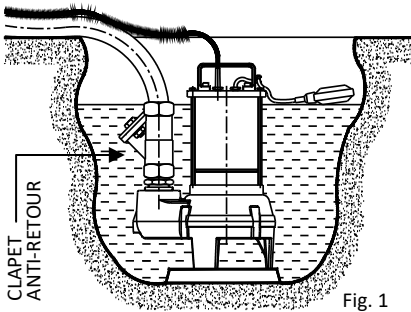

Fig. 1
- Si le fond du puits, ou la surface sur laquelle est posée la pompe, est irrégulier et s'il y a un risque d'accumulation de gravier, débris, boue, etc., intervenir en réalisant une base d'appui régulière et surélevée (Fig 1).
- Pour éviter de reflux du collecteur d'évacuation, installer un clapet anti-retour après le refoulement de la pompe (Fig. 1).